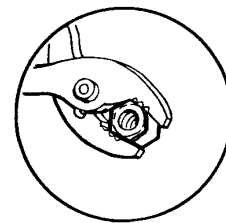

Fig. 13
- Use them to turn nuts. Wrap tape or cloth around the nut to avoid scratching it (Fig. 13).
- Use las pinzas para darle vuelta a las tuercas. Envuelva una cinta o tela alrededor de la tuerca para evitar rasparla (Fig. 13).